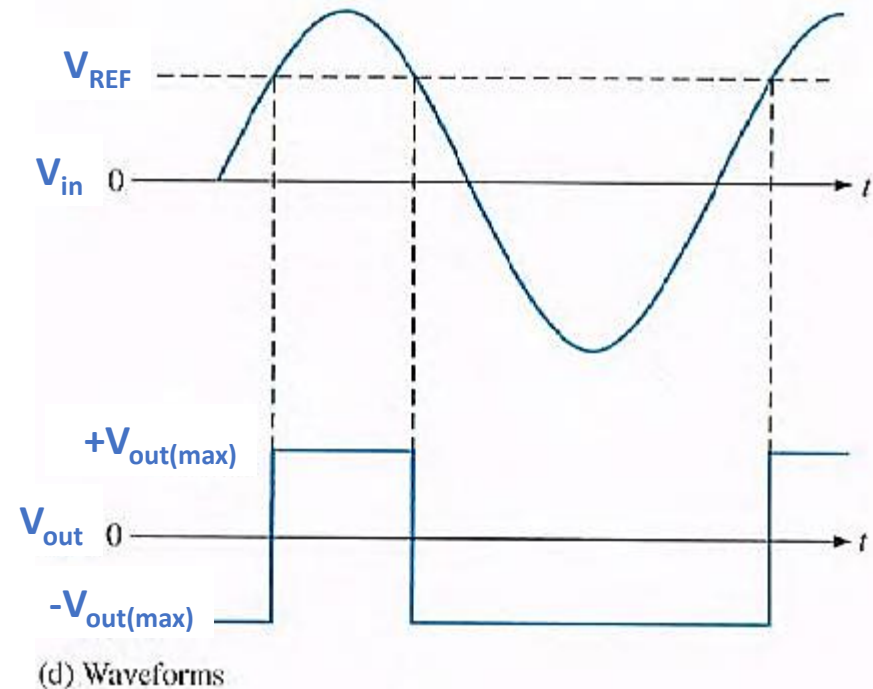

FIGURE 8-2 Nonzero-level detectors.
- Door het massapotentiaal van de zero-level detector te vervangen door een bepaalde spanning, is de schakeling in staat om positieve en negatieve spanningen te detecteren. De aangelegde spanning (bv. via een batterij – fig. 8-2 (a)) aan de niet-inverterende ingang wordt V_{REF} genoemd.
- Fig. 8-2(d)
- Via een batterij (zie fig. 8-2-(a))
- Via een spanningsdeler (zie fig. 8-2(b)); als de positieve voedingsspanning voorgesteld wordt door $+V$, kan de referentiespanning dan als volgt worden gemaakt :
- Via een zenerdiode (zie fig. 8-2(c)): De referentiespanning is dan gelijk aan de zenerspanning.